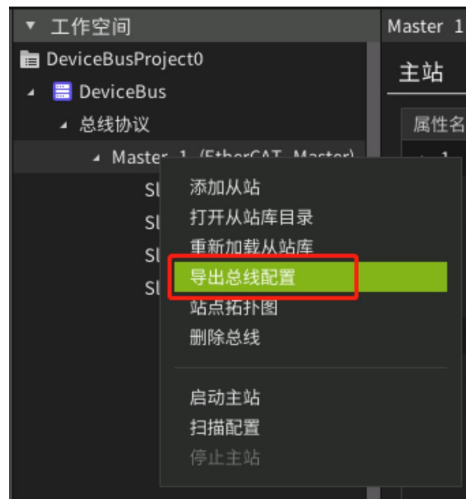

图 4.24 导出总线配置
(12) 导出 ENI 文件。编写主站程序时需要使用 ENI 文件，可以通过 AWStudio 软件扫描网络后导出配置文件，如图 4.24 所示。